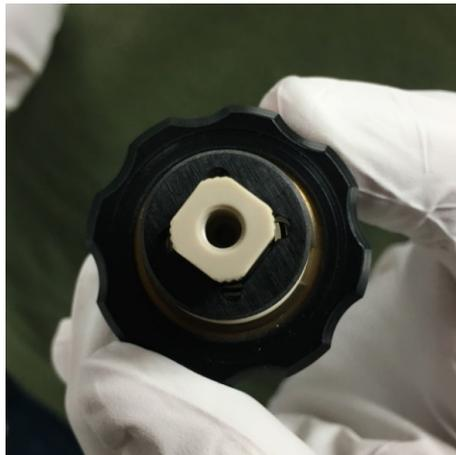

Figure 95 : Ajustement correct de l'aiguille
- 15) Une fois la longueur correctement ajustée, verrouillez l'aiguille en tournant le haut de la sonde de manière à ce qu'elle soit alignée avec le carré situé dans le ressort sur la sonde de nébulisation. Voir Figure 95.